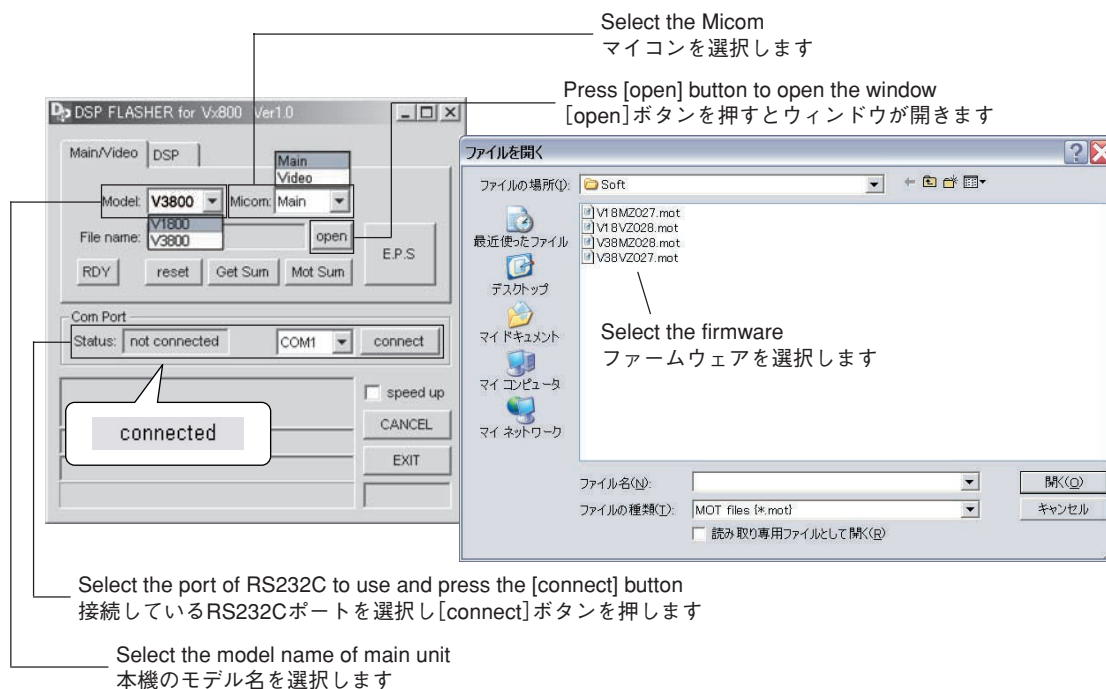

Fig. 5
3. Select the model name of the receiver, the Micom, Com Port and file. (Fig. 5)
3. レシーバのモデル名、マイコン、ポート、ファイルを選択します。(Fig. 5)